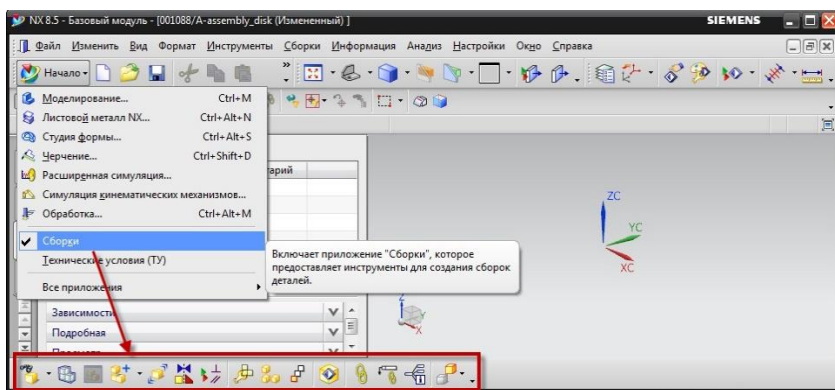

Рисунок 2.27 – Вывод инструментария Сборки
- вывести меню сборки (если оно не активно) (рисунок 2.27).